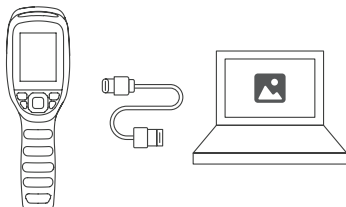

Figura 3.1.1
2. Conecte el TC004 a su computadora con el cable USB suministrado (ver Figura 3.1.1).